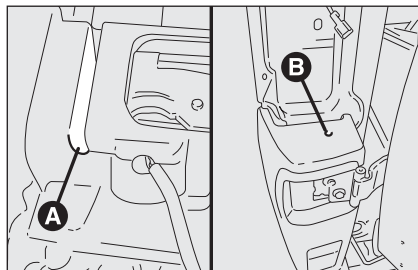

fig. 30b
- dévisser la fixation inférieure **A** entre pare-chocs central et latéral fig. 30b;
- après avoir démonté le feux arrière, dévisser la fixation supérieure **B**-fig. 30b;